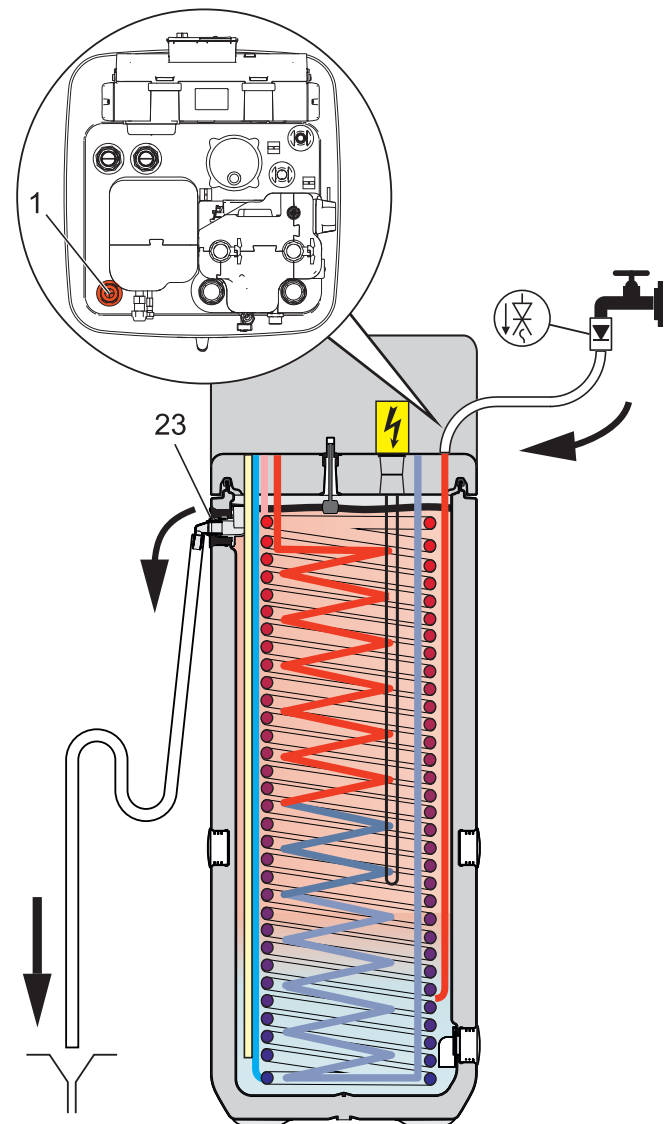

Bild 7-1 Befüllung Pufferspeicher - ohne angeschlossenes Drain-Back Solar-System
- 1 Füllschlauch mit Rückflussverhinderer (1/2") an den Anschluss "Solar - Vorlauf" (Bild 7-1, Pos. 1) anschließen.
- 2 Speicherbehälter der HPSU compact **befüllen bis Wasser an dem Überlaufanschluss (Bild 7-1, Pos. 23) austritt.**
- 3 Speicherbehälter der HPSU compact **befüllen bis Wasser an dem Überlaufanschluss (Bild 7-1, Pos. 23) austritt.**